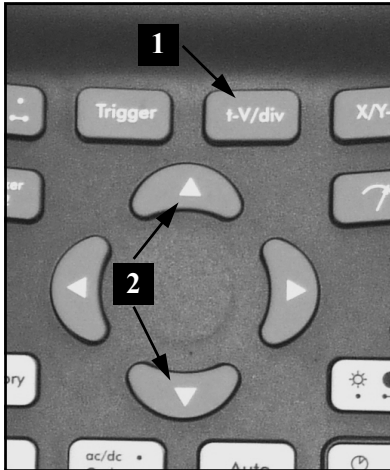
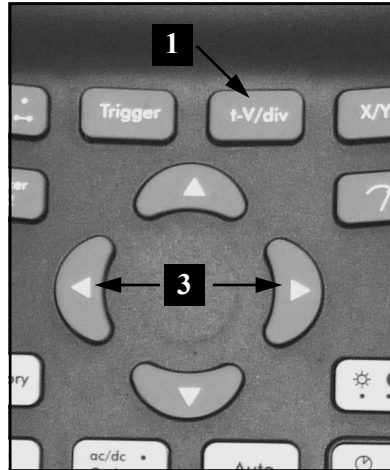

Fig 40
Fig 41
Apriete la tecla "**t-V/div**" (1) y use las teclas arriba/abajo (2) para modificar la sensibilidad de entrada (V/div). (Fig. 40) Use las teclas izquierda/derecha (3) para modificar la base de tiempos (time/div). (Fig. 41)
1. Modificación de la tensión por división (fig.40) :
2. Ajuste de la base de tiempos (fig 41) :